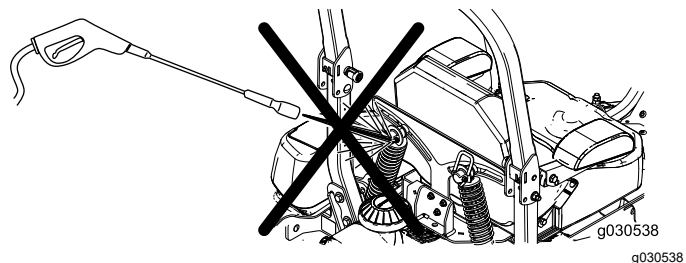

Figura 93
**Nota:** No limpie los conjuntos de choque con agua a presión (Figura 93).